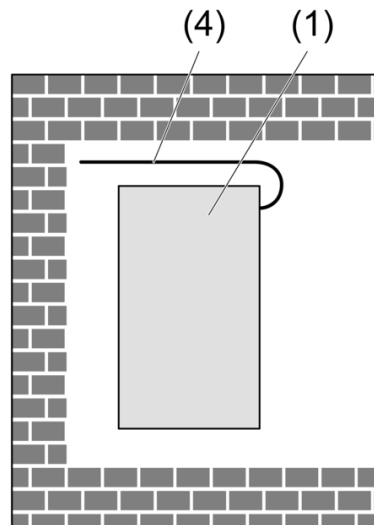

Figura 4
- i** Colocar la antena de la manera más extendida posible (figura 4).